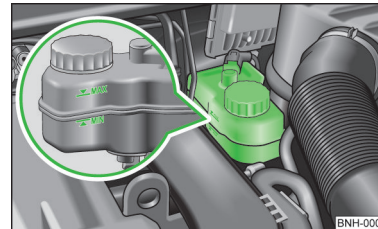

Fig. 117
Recipientul lichidului de frână se găsește în compartimentul motor » fig. 117 la pagina 139.
- Dacă nivelul de lichid a scăzut sub marcajul „MIN” » fig. 117 la pagina 139, , nu continuați deplasarea – există pericol de accident! Solicitați asistența de specialitate a unei unități de service.
➤ Verificarea nivelului de lichid de frână din rezervor » fig. 117.